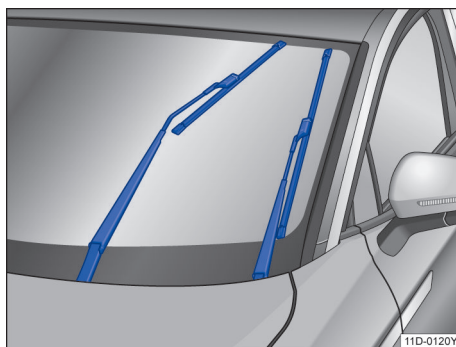

图 142 处于维护位置的刮水片 <
- < - 将风窗玻璃刮水器拨杆向上拨至点动刮水位置。使刮水器处于维护位置→图 142。